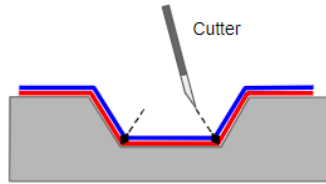

Fig.9
- Con ayuda de un cutter, corte los bordes en los lugares donde el material se haya tensado demasiado durante la aplicación. Siga la forma con cuidado para conseguir un corte recto y limpio. Esto liberará la tensión y evitará que el material se despegue en las ondulaciones. *Fig.9*